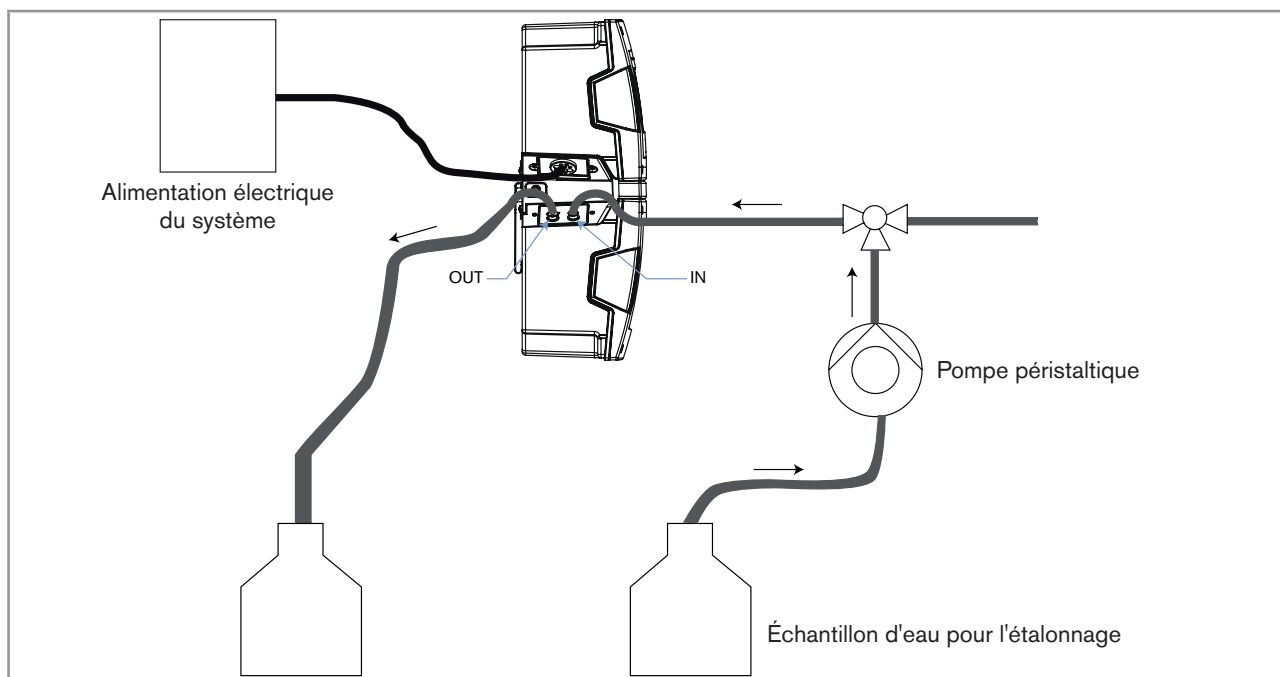

Fig. 4 : Installation pour l'étalonnage du produit dans un système type 8905
1. Raccorder une pompe péristaltique dans le circuit d'arrivée de l'échantillon d'eau du système, tel que décrit dans la Fig. 4. Si les raccordements fluidiques ne sont pas effectués correctement, le produit et le système peuvent être endommagés car la pression dans le produit et le système est trop élevée.
1. Raccorder une pompe péristaltique dans le circuit d'arrivée de l'échantillon d'eau du système, tel que décrit dans la Fig. 4, chap. 8.10.3. Si les raccordements fluidiques ne sont pas effectués correctement, le produit et le système peuvent être endommagés car la pression dans le produit et le système est trop élevée.